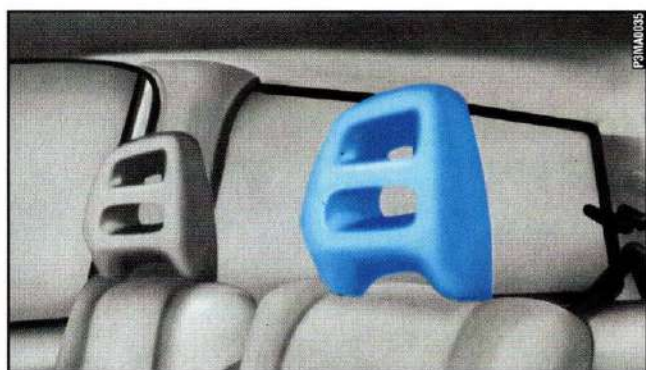

fig. 10
- fissi **fig. 10** (versione S)